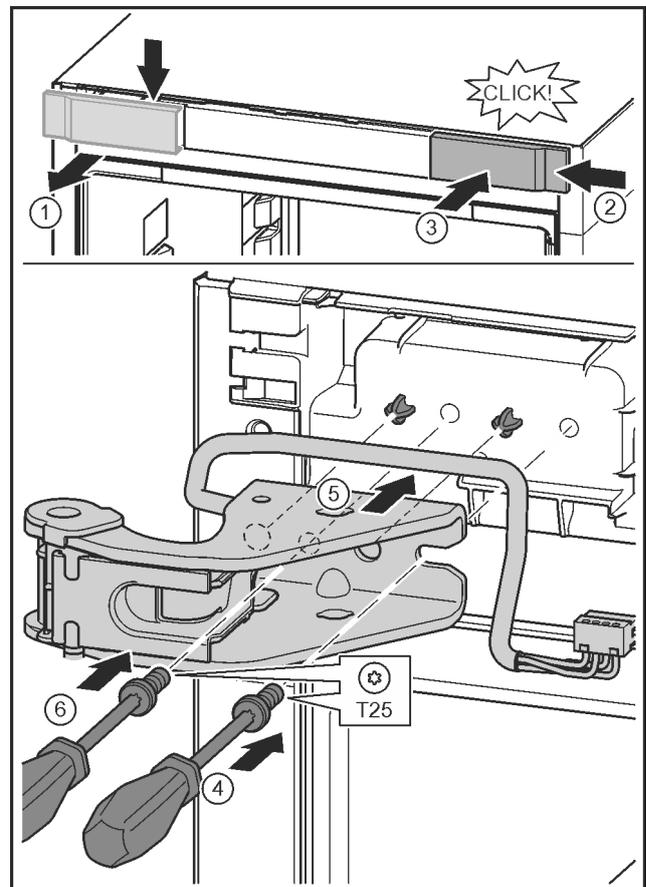

Fig. 28
- ▶ Suelte y retire lateralmente la cubierta. Fig. 28 (1)
- ▶ Enganche por la derecha la cubierta girada 180° en el otro lado. Fig. 28 (2)
- ▶ Encaje la cubierta. Fig. 28 (3)
- ▶ Coloque el tornillo con el destornillador T25. Fig. 28 (4)
- ▶ Coloque el soporte de cojinete superior. Fig. 28 (5)
- ▶ Apriete el tornillo. Fig. 28 (4)
- ▶ Coloque y apriete el tornillo con el destornillador T25. Fig. 28 (6)